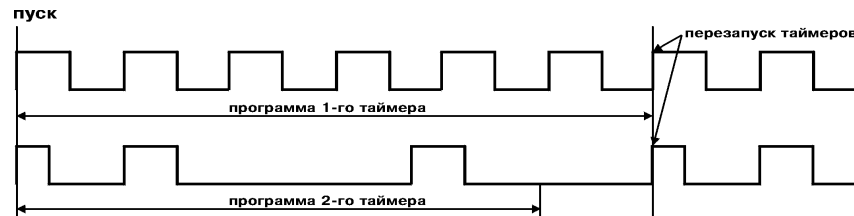

Рис. 16
3.1.7.3. При «rEst»=2 оба таймера перезапускаются после окончания выполнения программы первого таймера (рис. 16).